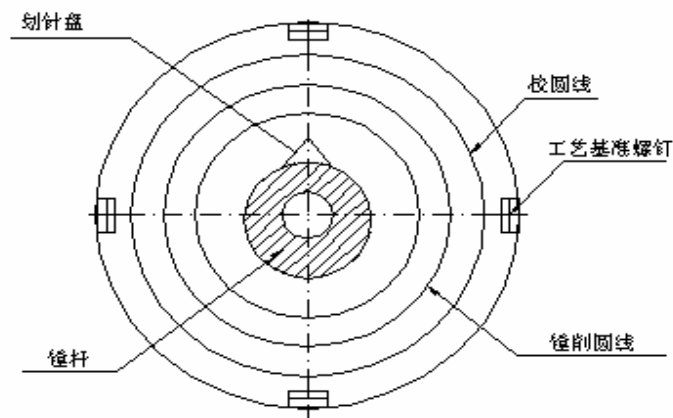

图1 镗杆与舵系中心重合
6.1 镗杆安装时，应按上舵承座及工艺法兰、上舵销座上端面与下舵销座下端面上的校圆线和工艺基准螺钉为校中依据，用内径千分尺调整镗杆与工艺基准间的距离，使镗杆与舵系中心重合，误差不大于 0.02mm。镗杆与舵系中心重合见图 1